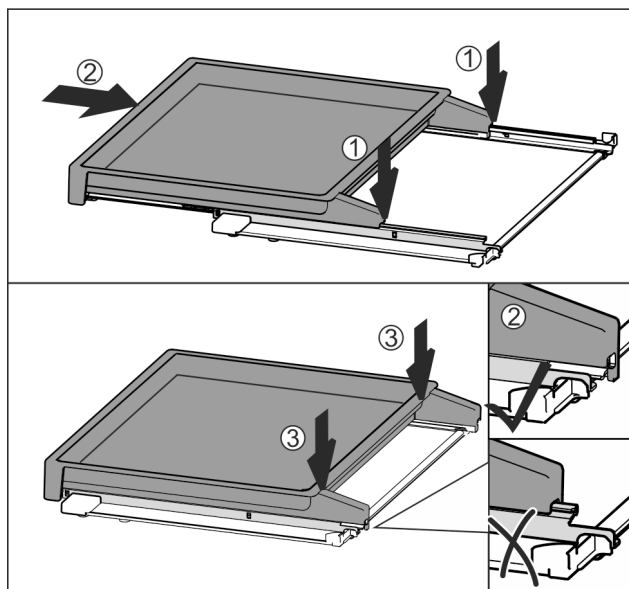

Fig. 113
- Stavite ga na sredinu vodilica Fig. 113 (1).
- Izvlačni pretinac pogurnite do kraja Fig. 113 (2).
- Pritisnite ga na stražnjoj strani tako da se čujno uglati Fig. 113 (3).